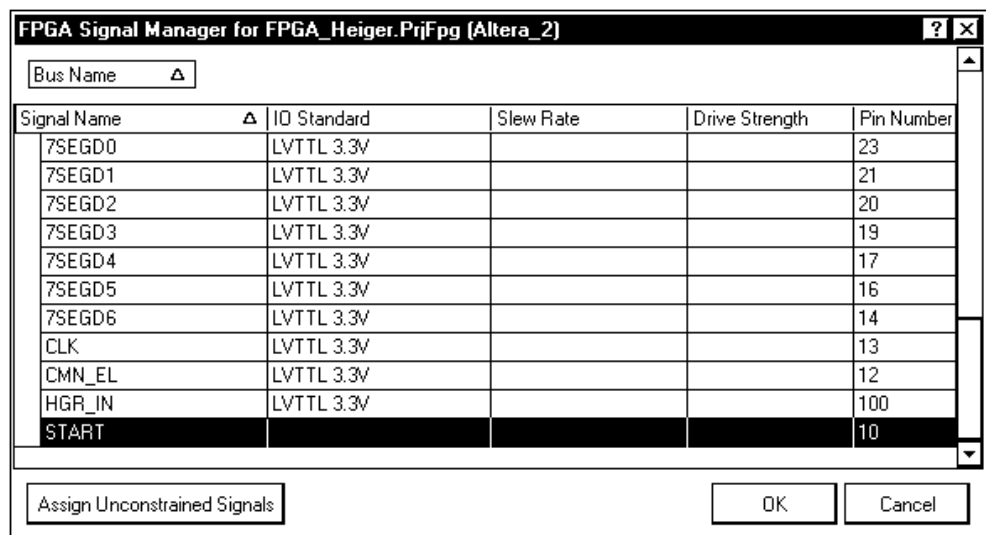

Рис. 8.2. Окно "сигнального менеджера"
- ❑ В открытом схемном документе активизировать команду главного меню программы **Tools | FPGA Signal Manager** (Менеджер сигналов ПЛИС). Откроется диалоговое окно с таблицей, в которой отображен набор привязок, выполненных при формировании файла привязок проекта (рис. 8.2). При этом назначения для групповых (шинных) портов в данную таблицу не передаются. Недостающие привязки можно задать вручную для каждой индивидуальной логической линии в колонках таблицы окна (см. рис. 8.2).